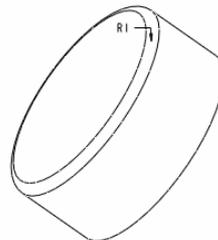

图 35-6
(1) 单击特征工具栏中的 ，打开圆角特征操控板。
(2) 如图 35-6 所示，建立半径为 1 的圆角。